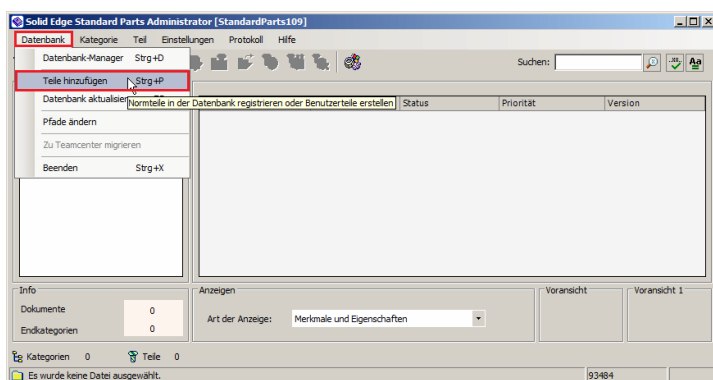

Abbildung 22
- 5.3. Um die Datenbank zu füllen, wählen Sie im Reiter *Datenbank -> Teile hinzufügen* (Abb. 22).